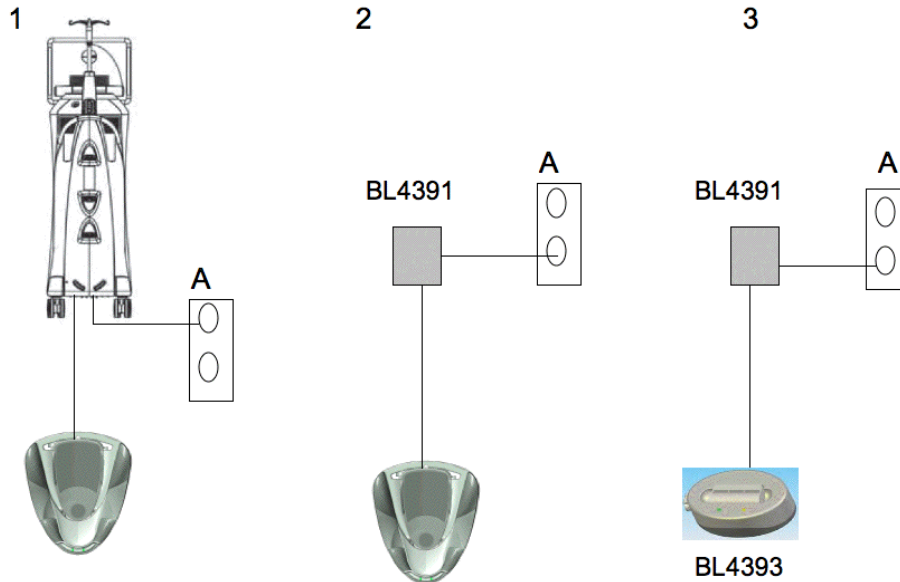

Figura 1.37. Opciones de carga de la batería del pedal de control.
- Con el cable de alimentación del sistema conectado a la red eléctrica y el pedal de control principal (integrado) conectado al sistema, la batería se recargará si el interruptor principal de alimentación está ENCENDIDO. Este método de recarga sirve tanto si la interfaz de usuario gráfica está ACTIVADA como si no lo está. Consulte la Opción 1 en Figura 1.37.
- El pedal de control principal (integrado) puede conectarse directamente al cargador de pared. Conecte el cable del cargador de pared en la parte posterior del pedal de control principal (integrado), en el mismo conector que el cable de reserva. Consulte la Opción 2 en Figura 1.37.
- Con una batería adicional y la base de conexión para el cargador de batería, podrá conectar el cable del cargador de pared a la base de conexión para el cargador de batería. Una luz verde indicará que la base de conexión está conectada, una segunda luz de color amarillo indicará que está cargando y una luz verde indicará que se ha completado la carga de la batería. Una vez que la batería esté totalmente cargada, podrá extraerla de la base de conexión y sustituirla por la batería del pedal de control principal (integrado). Consulte la Opción 3 en Figura 1.37.